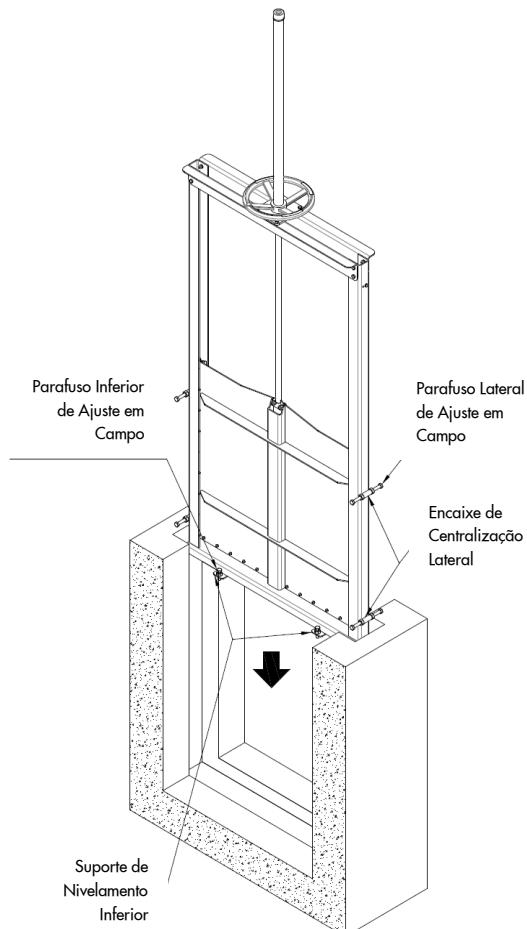

Figura 1
- Posicione e centralize a comporta de canal no espaço da parede, utilizando os parafusos de ajuste em campo, aparafulados nas "Conexões de Centralização Lateral" e nos "Suportes de Nivelamento Inferior" (refira-se à Figura 1). As Comportas de Canal CC "pequenas" são fornecidas sem "Suportes de Nivelamento Inferior". Se este for o caso, siga a etapa 1B (página 4) antes de iniciar a "Etapa 2" para alinhar a comporta verticalmente.